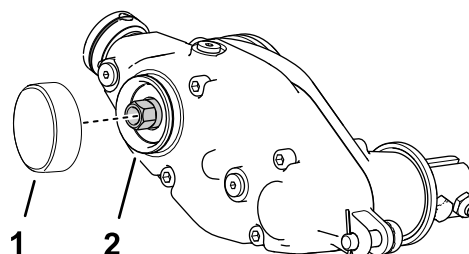

Figura 16
1. Aplique retentor para peças cilíndricas de média resistência (por exemplo, Loctite® 609 verde) em redor da ranhura do anel de encaixe e da superfície do diâmetro exterior (Figura 16).
2. Instale a tampa como se mostra na Figura 16.